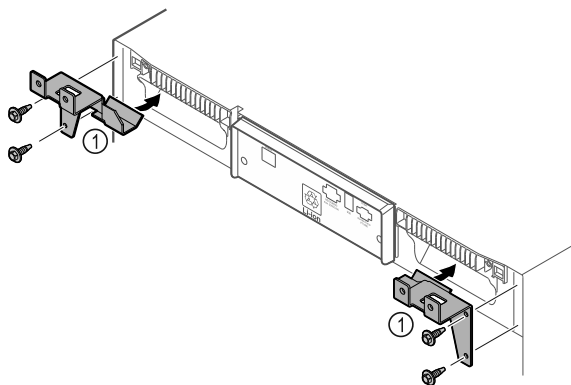

Fig. 10
- ▶ Pritvirtinkite laiknčiąsias dalis Fig. 10 (1) savisriegiais varžtais prie prietaiso.